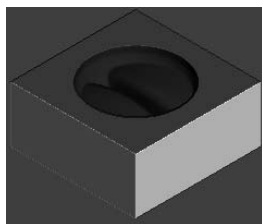

图 3-119 仿真加工结果
2) 在“仿真”工具栏的“当前刀具路径”下拉列表中选择要模拟的刀具路径 finish2, 然后单击“执行”按钮, 系统开始自动仿真加工, 仿真加工结果如图 3-119 所示。